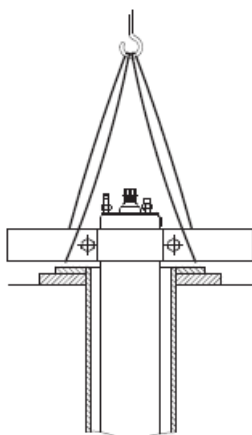

Рис. 2: Двигатель в вертикальном положении
- Установите двигатель в вертикальное положение на уплотнение скважины, см. рис. 2.